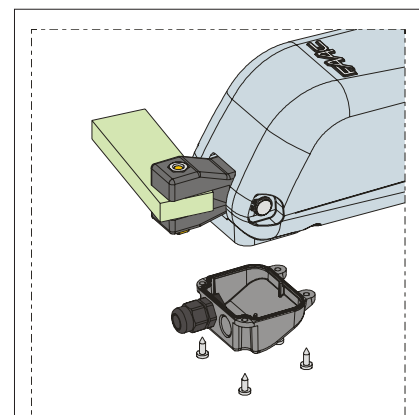

Abb. 15
- 4) Den Deckel mit den vier mitgelieferten Schrauben verschließen, Abb. 15.